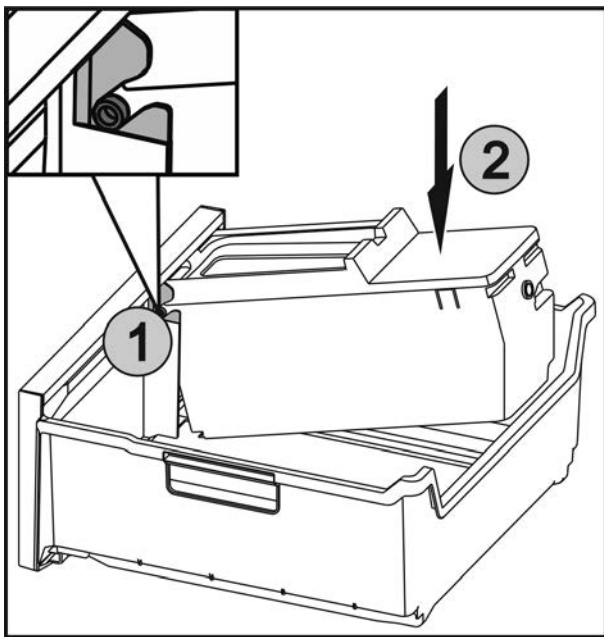

Fig. 33
- ▶ Вставить оси Fig. 33 (1) на EasyTwist-Ice в направляющие и вдавить заднюю сторону Fig. 33 (2) до фиксации накладки.